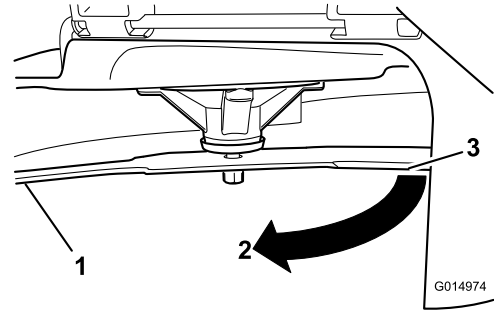

Figura 100
4. Gire la misma cuchilla 180 grados de manera que el otro extremo esté en la misma posición (Figura 100).